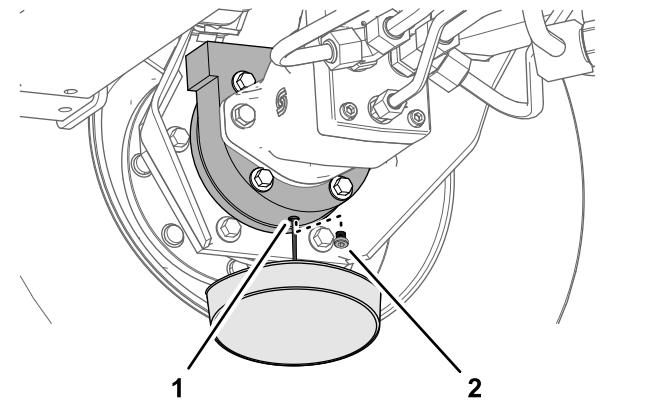

图 66
6. 将放油盘放在制动器箱下面取出排油塞让油完全排出 图 66。